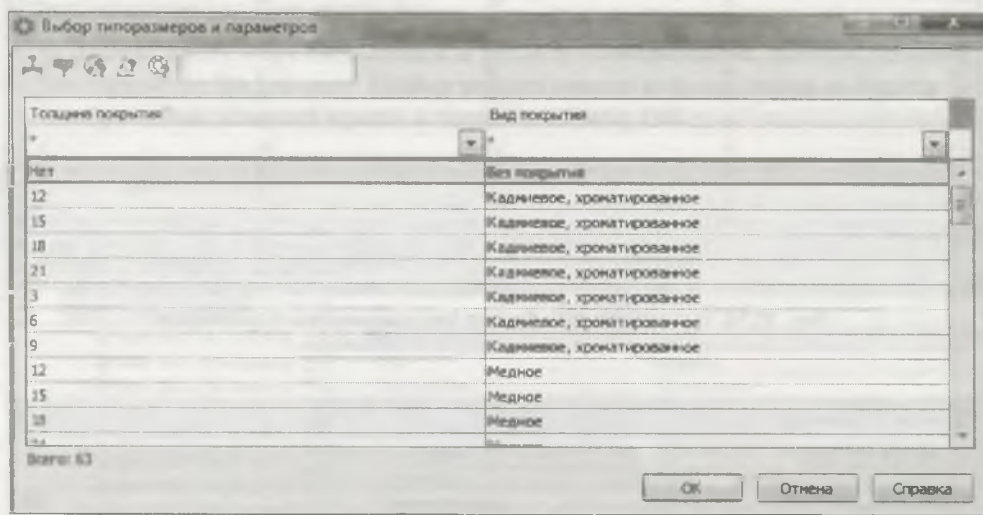

Рис. 30.20. Диалоговое окно Выбор типоразмеров и параметров параметра Покрытие
- дважды щелкните ЛК мыши по разделу **Покрyтия** — появится диалоговое окно **Выбор типоразмеров и параметров** (рис. 30.20), в котором выберите наименование покрытия и нажмите кнопку **ОК**;
- щелкните ЛК по пункту **Покрытие**. В диалоговом окне **Выбор типоразмеров и параметров** (см. рис. 30.20) установите вид покрытия и его толщину. Нажмите кнопку ОК;